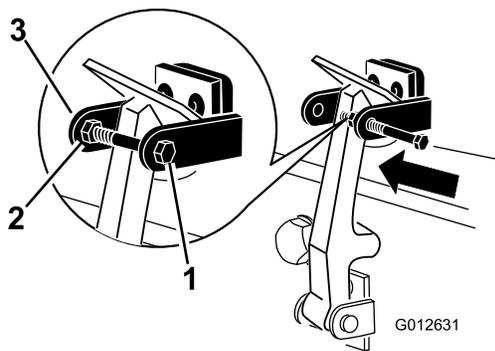

Figura 15
7. Aperte o parafuso no outro braço do suporte do trinco do capot para prender o trinco na posição (Figura 15).